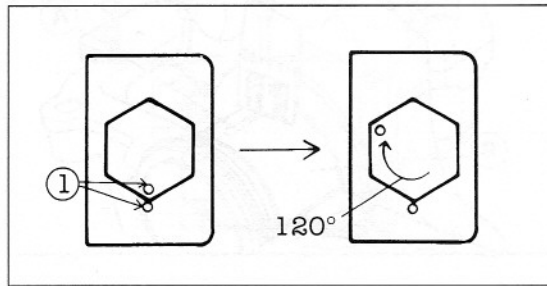

Bild 246
- **TIP** Pleuelfuss-Lagerdeckel und Befestigungsmuttern markieren (Bild 246), damit sie beim Anziehen um 120 Grad (zwei Ecken an Sechskantmutter) über das Anzugsmoment von 24 Nm hinaus angezogen werden können.
-  Pleuelfuss-Lagerdeckel und Befestigungsmuttern markieren (Bild 246), damit sie beim Anziehen um 120 Grad (zwei Ecken an Sechskantmutter) über das Anzugsmoment von 24 Nm hinaus angezogen werden können.